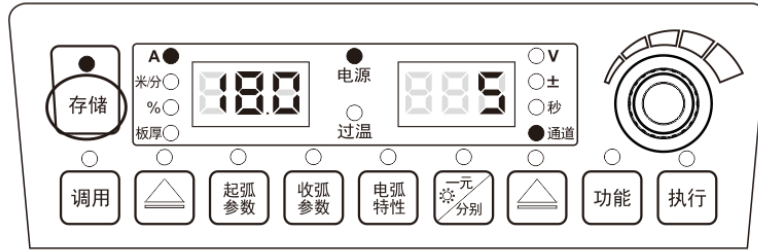

图 3-10 存储设置界面
2. 用面板旋钮选择通道号（0~49），按“执行”键确认，如图 3-10 所示。